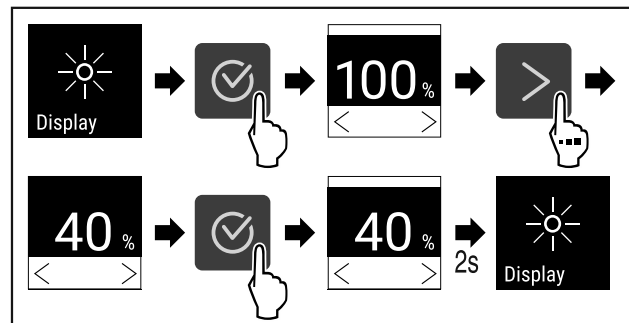

Fig. 81
- ▶ Выполните шаги действия (см. Fig. 81) .